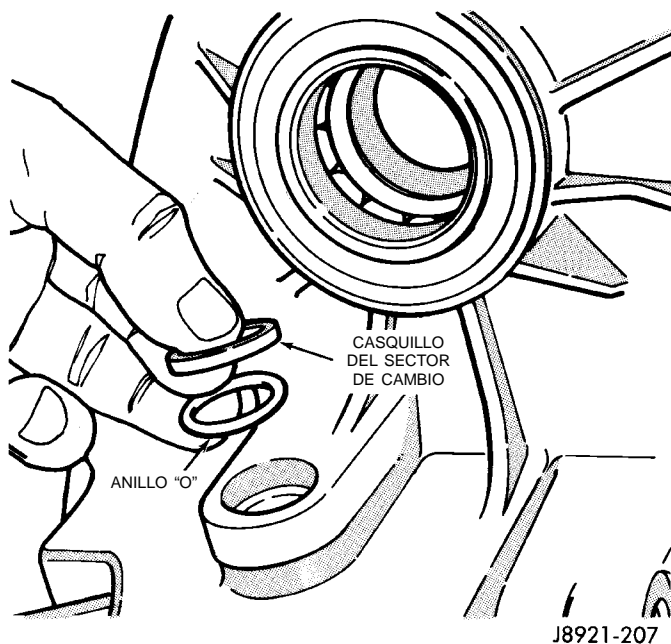

Fig. 38 Desmontaje del casquillo y anillo "O" del sector
- (16) Retire el casquillo del sector de cambio y anillo "O" (Fig. 38).